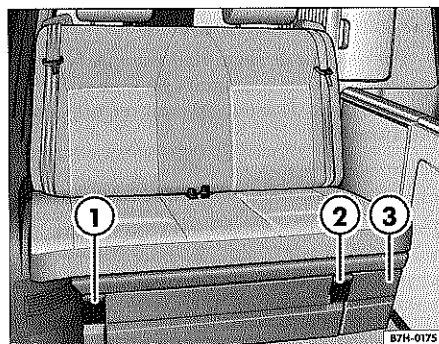

Fig. 14 Mandos del asiento cama
- Tire de la manilla ⇒ fig. 14 ② hacia arriba completamente.